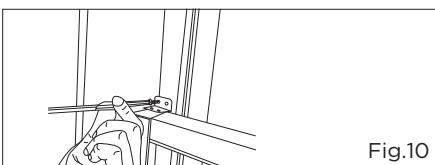

Fig.10
6.Pour fixer le châssis inférieur, fixez le verrou à l'angle droit du châssis avec la vis de 1/2 pouces (12,7 mm) comme indiqué (Fig.10).